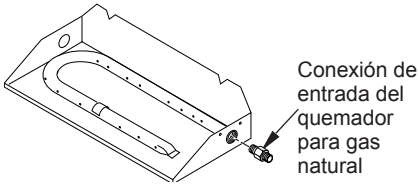

Figura 13 - Quite la conexión de entrada del quemador
- Aplique sellador para roscas (resistente a la acción del propano o gas LP) en el extremo más grande del conector y atornille el conector de entrada del quemador a través del orificio y en el tubo múltiple del quemador (consulte la figura 13, en la página 12). Apriete con una llave.